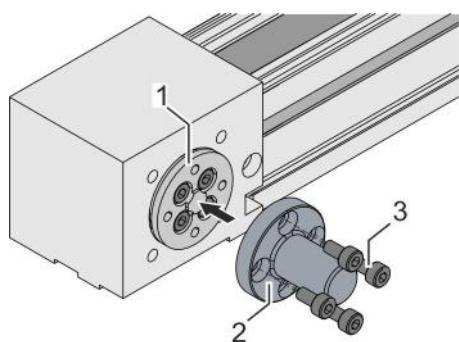

Fig. 30: Montar el eje de accionamiento
3. → Coloque el eje de accionamiento (Fig. 30/2) sobre el disco adaptador (Fig. 30/1).
4. → Apriete 4 tornillos (Fig. 30/3) en cruz por etapas: